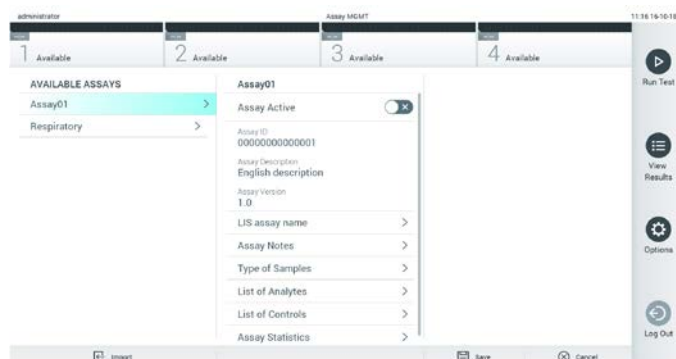

Figura 59. Ecrã Assay Management (Gestão de ensaios).
2. Para importar o(s) novo(s) ensaio(s) para o QIAstat-Dx Analyzer 1.0, prima o botão Options (Opções) e, em seguida, o botão Assay Management (Gestão de ensaios). O ecrã Assay Management (Gestão de ensaios) é apresentado na área de conteúdo do visor (Figura 59).